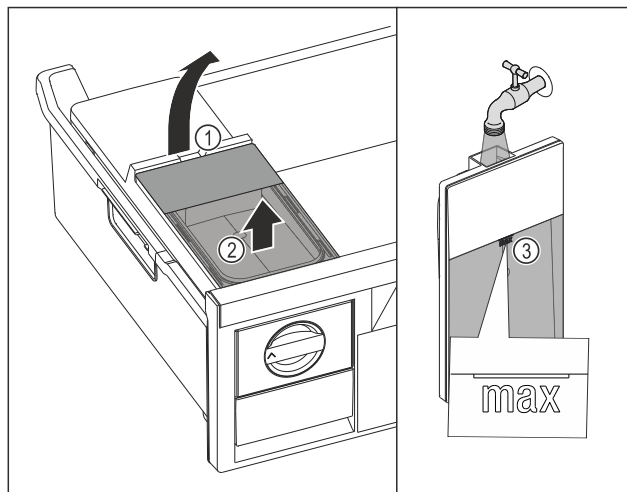

Fig. 91
- Поднимите бак для воды за выемку Fig. 91 (1).
- Извлеките бак для воды движением вверх Fig. 91 (2)
- Наполните бак для воды питьевой водой до отметки Fig. 91 (3).